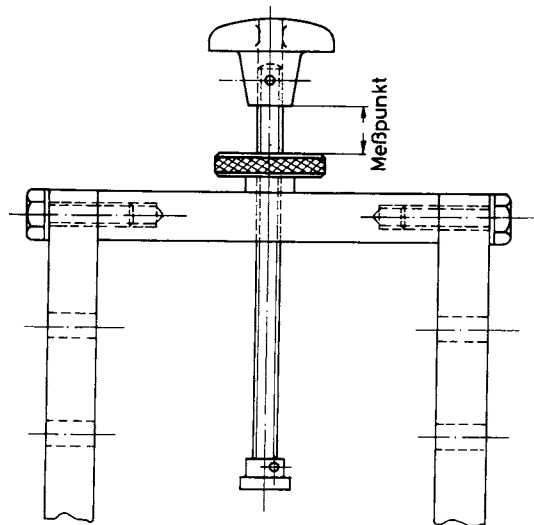

Abb. 5
- b) Der Hub "H1" darf nicht kleiner als der für das entsprechende Gerät angegebene Tabellenwert sein. Das Maß des Hubes bzw. der Hübe wird zwischen der Kreuzgriffschraube und der Kordelmutter gemessen. (Abb. 5)